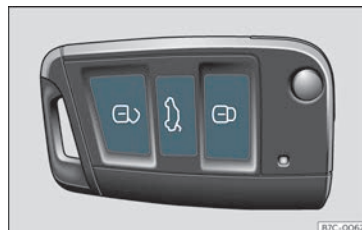

Fig. 74 Chave com comando à distância: botões.
- Trancar: pressione o botão »»» Fig. 74.